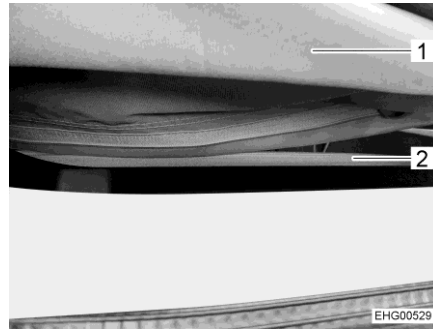

Bild 38 Reißverschluss
- Reißverschluss (Bild 38,2) an der Unterseite des Faltenbalgs (Bild 38,1) vollständig öffnen.